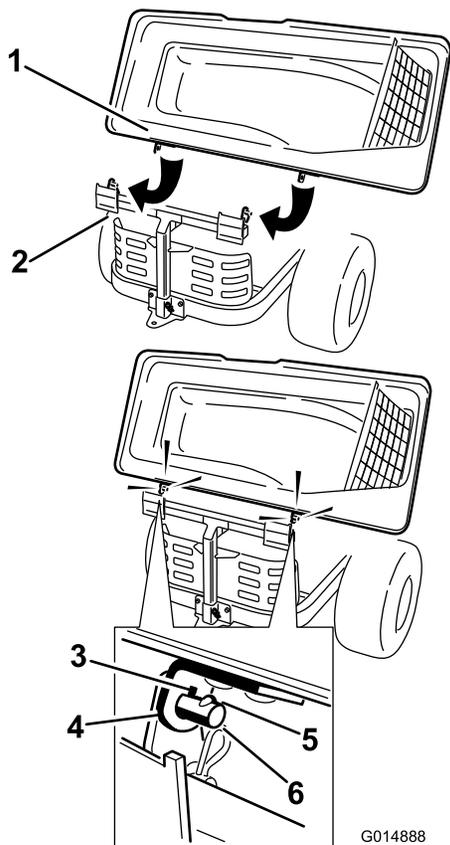

Figure 19
2. Faites pivoter le couvercle pour aligner les trous de clavettes dans les supports supérieurs du système de ramassage sur les clavettes des ergots du cadre (Figure 19).